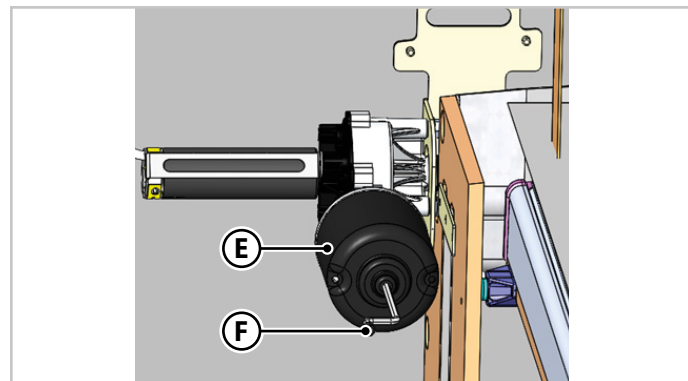

Fig.6.17 - Desbloqueio elétrico da cama tipo B
2. Na parte inferior do motor (**E** - Fig.6.17), inserir a chave Allen (**F** - Fig.6.17) no interior do assento específico para o movimento manual.